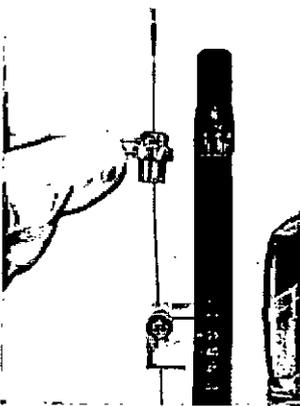

Figura 44
14. Retire el microelectrodo y el transportador.(Ver Figura 44)